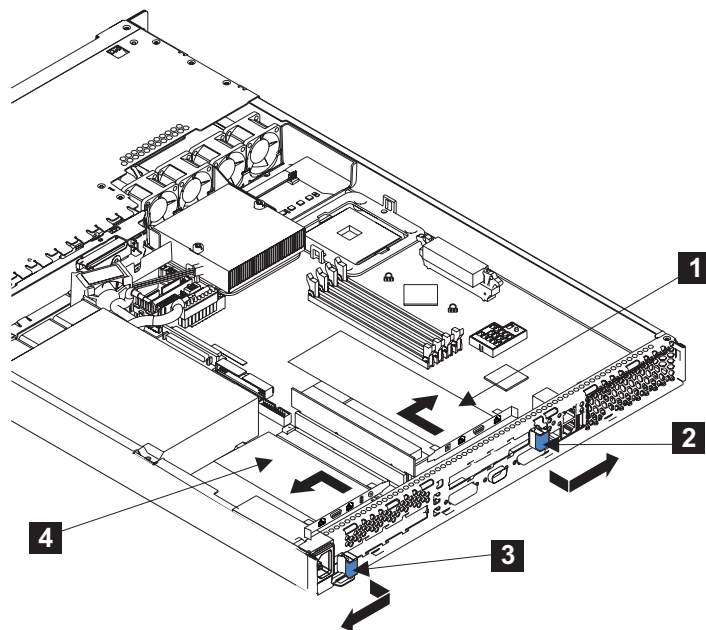

図 143. アダプターを取り外す前の SAN ボリューム・コントローラー 2145-4F2
4. 取り外すアダプターについて、拡張スロット・クリップ (465 ページの図 143 の **2** または **3**) の側面を一緒に押してクリップをアンロックしてから、拡張スロット・クリップをアダプターから離す方向に回転させます。拡張スロット・クリップは、SAN ボリューム・コントローラー 2145-4F2 に緩めに接続しています。